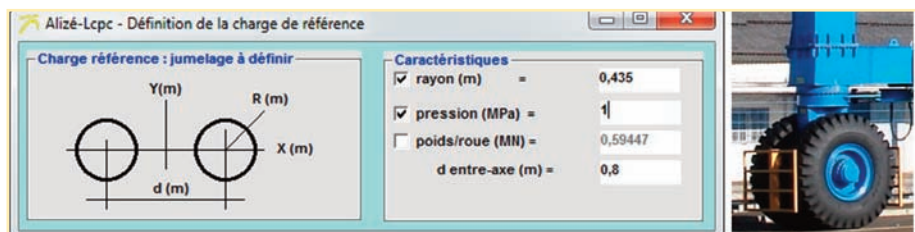

Figure 1
- poids maxi à lever : 300 t sur 4 appuis avec une répartition avant/arrière de 40 %/60 %, soit 90 tonnes maximum pour un poteau arrière. Chaque poteau repose sur 2 roues jumelées (figure 1).